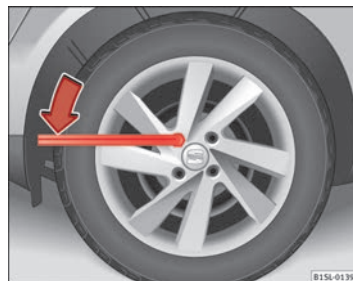

Fig. 141 Changement de roue : desserrez les boulons de la roue.
- Placez la clé démonte-roue jusqu'en butée sur le boulon de roue → fig. 141.